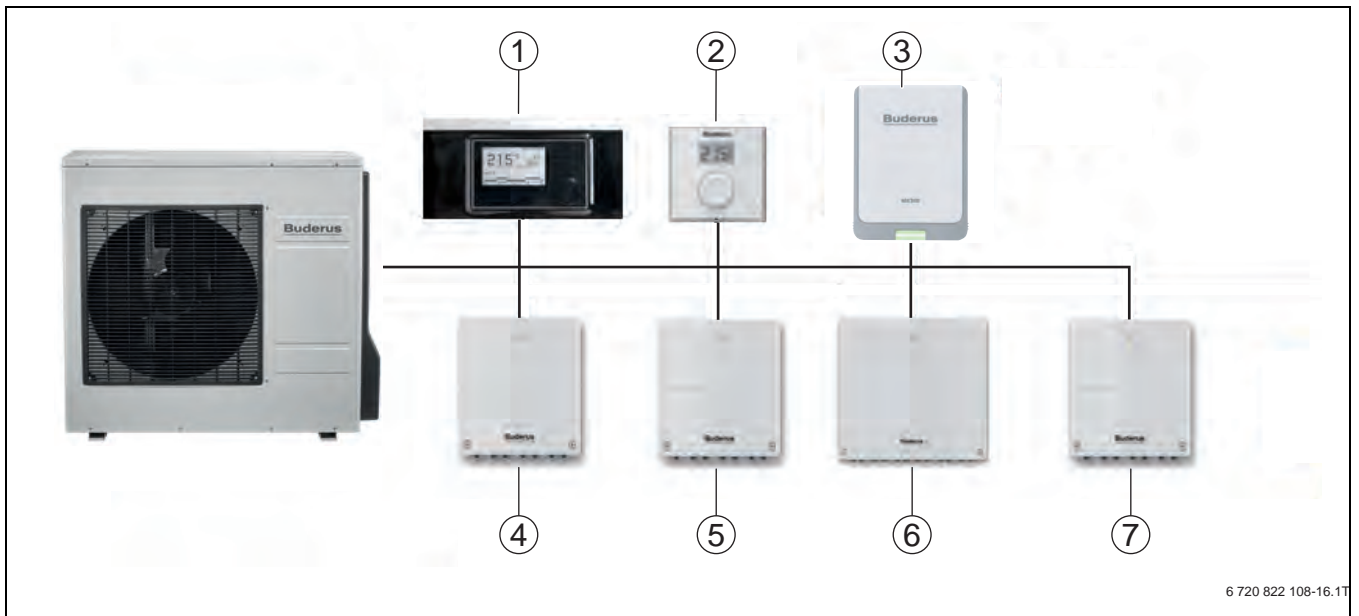

Bild 32 Regelsystem
- Logamatic HMC310: Die Systembedieneinheit (in den Wärmepumpenunterlagen auch als „Bedienfeld“ bezeichnet) ist fest im Wärmezeuger verbaut und kann nicht im Wohnraum als Fernbedienung installiert werden. Als Fernbedienung stehen Logamatic RC100 und RC100 H (mit zusätzlichem Feuchtfühler) zur Auswahl (→ Bild 32, Seite 57).